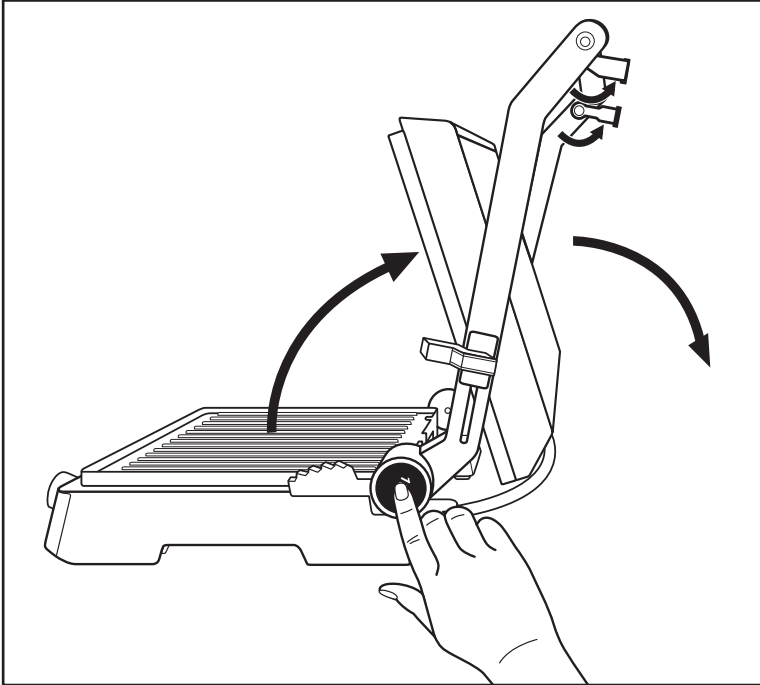

Abb. 1
- 1) Klappen Sie die beiden Stützfüße **1** aus (Abb. 1).
- 2) Drücken Sie die Entriegelungstaste **3** 180° **3** (Abb. 1) und öffnen Sie den Gerätedeckel so weit, dass beide Heizplatten **10** als Tischgrill benutzt werden können.